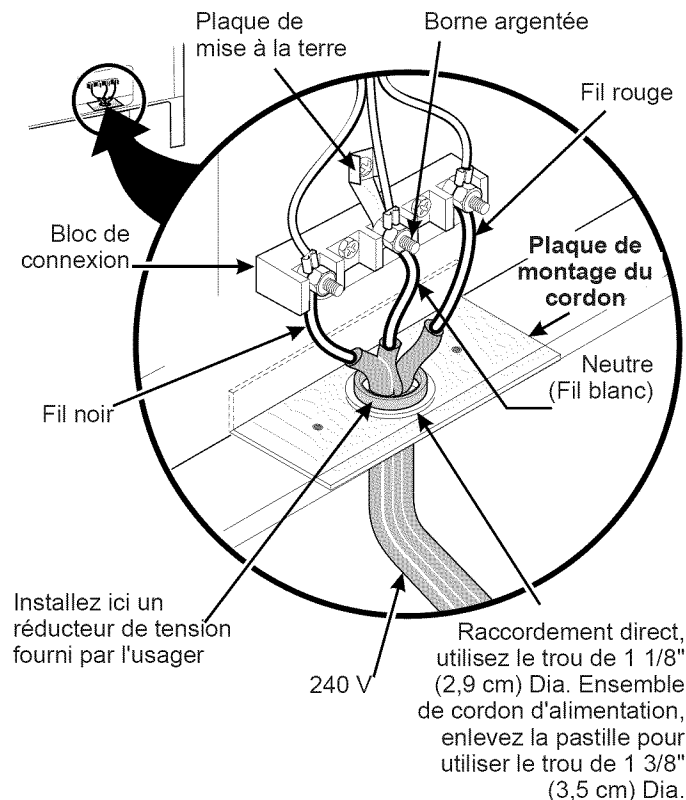

Figure 6
**NOTE:** L'appareil sort de l'usine avec un trou de 1 1/8" (2,9 cm) dia. tel que montré à la figure 6. Si un trou plus grand est requis, repoussez la pastille.
Si les codes locaux permettent la connexion du conducteur de mise à la terre du châssis au fil neutre du cordon d'alimentation en cuivre (Figure 6).
2. Utilisez les écrous fournis dans l'enveloppe littérature pour raccorder le neutre du cordon d'alimentation cuivré à la borne argentée située au centre du bloc de connexion, et raccordez les autres fils aux bornes extérieures. Assortissez les fils et les bornes conformément aux couleurs (branchez le fil rouge à la borne de droite, et le fil noir à la borne de gauche) (Figure 6).